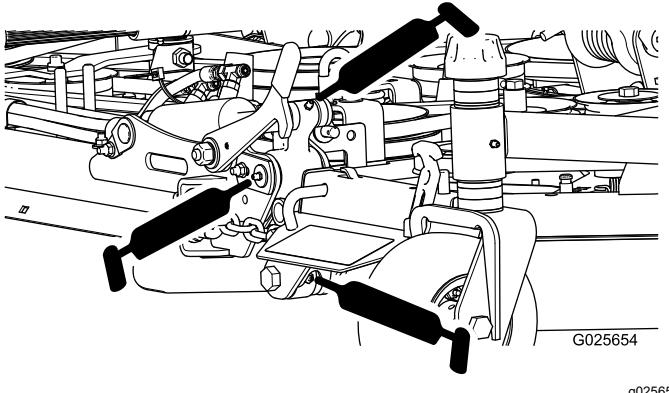

Bild 18
- Seitmähwerkscharniere (10) (Bild 18)